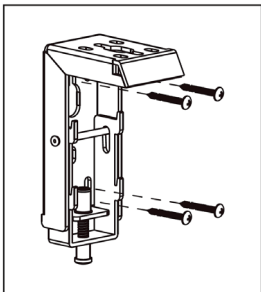

Abbildung 2
1. **Montage an Tragwerken aus Holz:** Schrauben Sie die beiliegenden 5x40 mm Schrauben durch die Löcher der Winkel wie in Abb. 2 und 3 dargestellt.